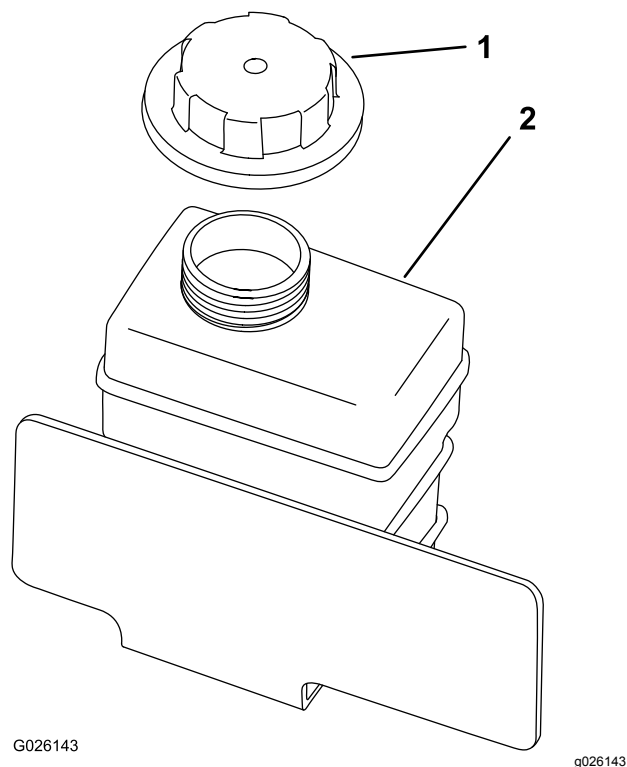

図 49
- 補助タンクにあるラジエーター液の量を点検する (図 49)。